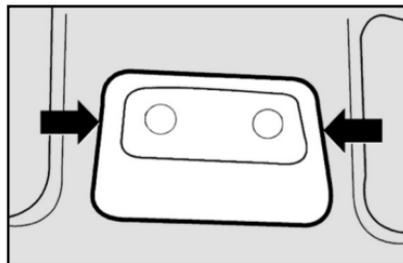

fig. 57
CONSOLA DE TECHO - fig. 57
- utilizando un destornillador en en los puntos **fig. 57** retire la consola de techo completa que está fijada a presión;